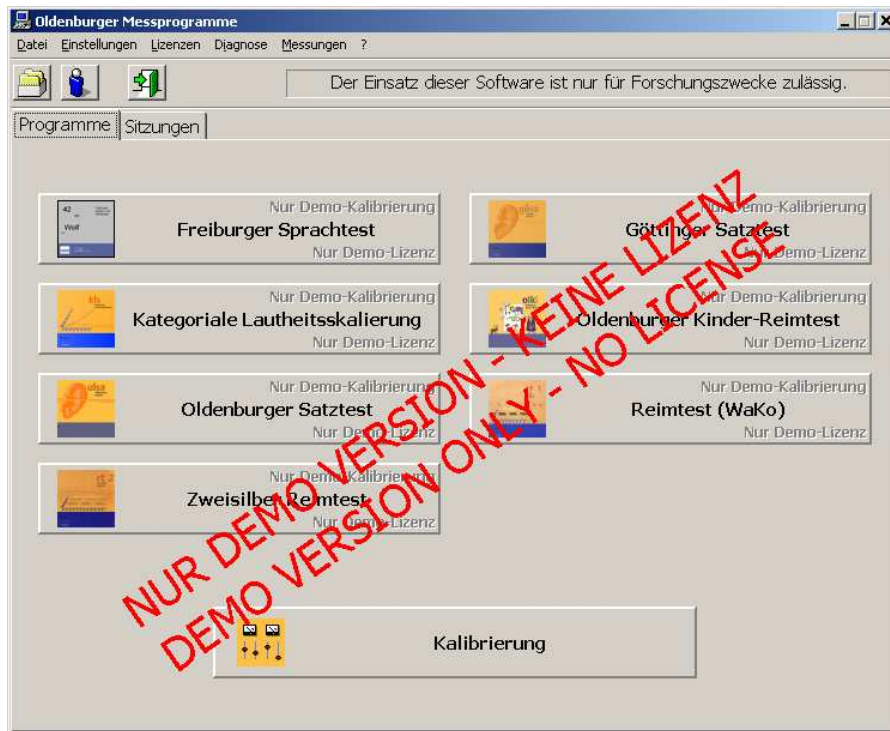

Abbildung 3
**Achtung:** Nach der Neuinstallation der Software bzw. eines Messverfahrens müssen in der Regel zunächst noch gültige Lizenzen installiert werden. Solange gar keine Lizenz vorhanden ist, schaltet sich die gesamte Software „Oldenburger Messprogramme“ in einen eingeschränkten Demo-Modus. Wenn nur für ein einzelnes Messverfahren keine Lizenz vorhanden (aber erforderlich) ist, wird dies im Knopf dieser Messung entsprechend angezeigt. Je nach Messverfahren kann dieses dann entweder gar nicht ausgeführt werden oder als eingeschränkte Demo-Version zum Ausprobieren. Die Anzeige ist dann etwa wie folgt (Abbildung 3):